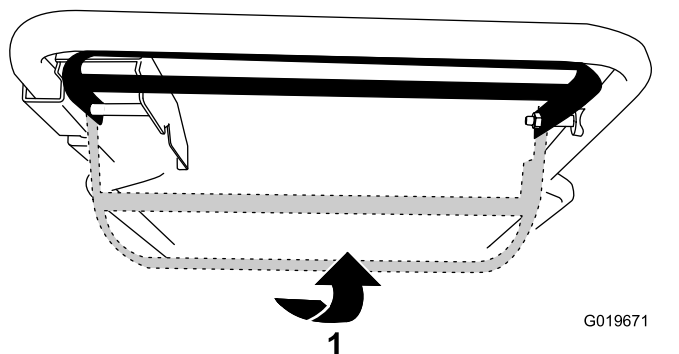

Figure 19
- Pour utiliser l'autopropulsion sans engager les lames, relevez la barre de commande contre le guidon (Figure 19).
- Pour utiliser l'autopropulsion et engager les lames, poussez la barre de commande complètement à droite et relevez-la contre le guidon (Figure 19).